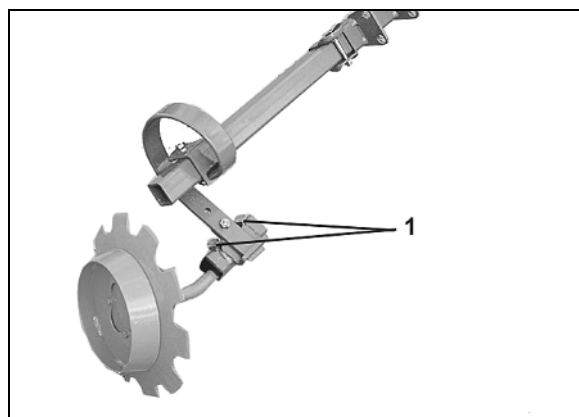

Рис. 88
1. Открутите оба болта (Рис. 88/1).